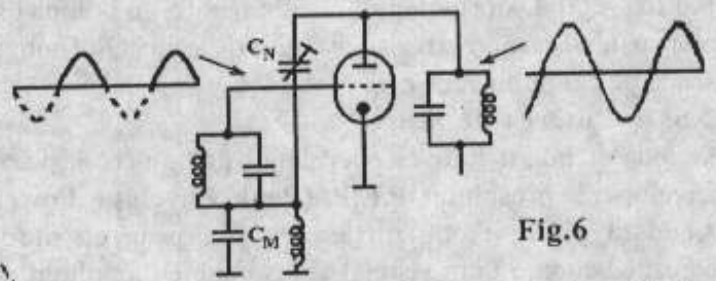

Fig.6
În Fig.6 se prezintă schema de principiu a unui amplificator
**3.1 Amplificator cu triodă având excitația pe grilă (Fig.6), necesită neutrodinare și este puțin folosit.**